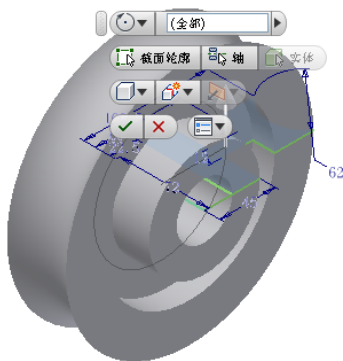

图 8-41 旋转示意图
①退出草图环境，进入零件特征环境。单击【三维模型】标签栏【创建】面板上的【旋转】工具按钮，打开【旋转】对话框。
②选择如图 8-41 中所示的截面轮廓作为旋转的截面轮廓，选择图形最下方的水平直线作为旋转轴，此时也会出现旋转生成形体的预览。截面轮廓、【旋转】对话框和形体预览如图 8-41 中所示。